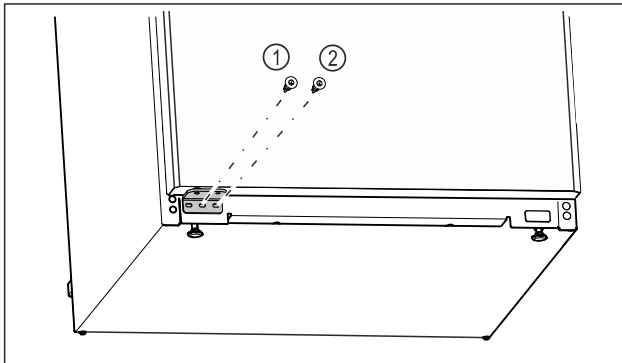

Fig. 25
- ▶ Utáhněte prostřední šroub stojanu ložiska Fig. 25 (1) šroubovákem Torx 20.
- ▶ Utáhněte vnitřní šroub stojanu ložiska Fig. 25 (2) šroubovákem Torx 20.